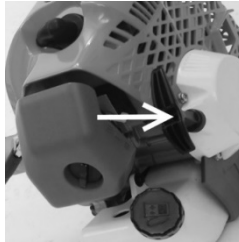

Рисунок 10
4.1.6 Притримуйте виріб однією рукою, вільною рукою потягніть за ручку стартера до його «зчеплення». Кілька разів потягніть рукоятку стартера без ривка (рис. 10) до появи перших ознак запалювання суміші в циліндрі двигуна.